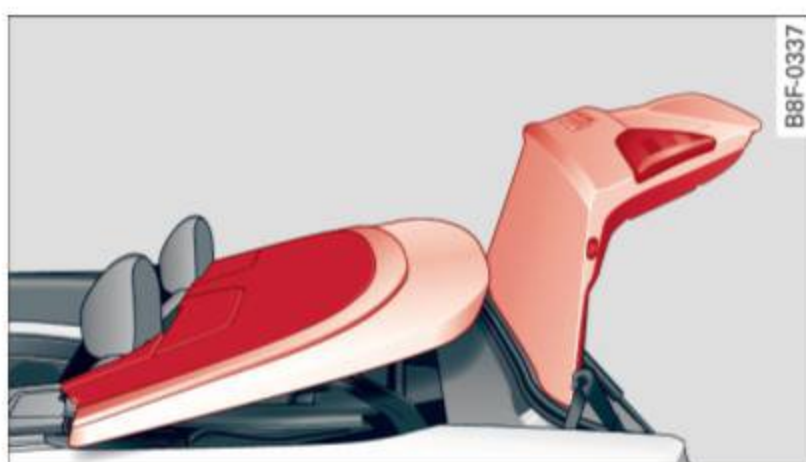

Fig. 43 Couvercle de la boîte de rangement partiellement ouvert
- ▶ Soulevez le couvercle du compartiment à bagages hors du plateau de la capote électrique et maintenez-le en place ⇒ fig. 43 ⇒ ⚠.